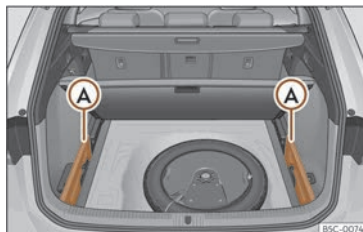

Fig. 177 Dans le coffre à bagages : logement pour ranger la plage enroulable.
- Retirez les caches gauche et droit >>> **fig. 177 (A)**.